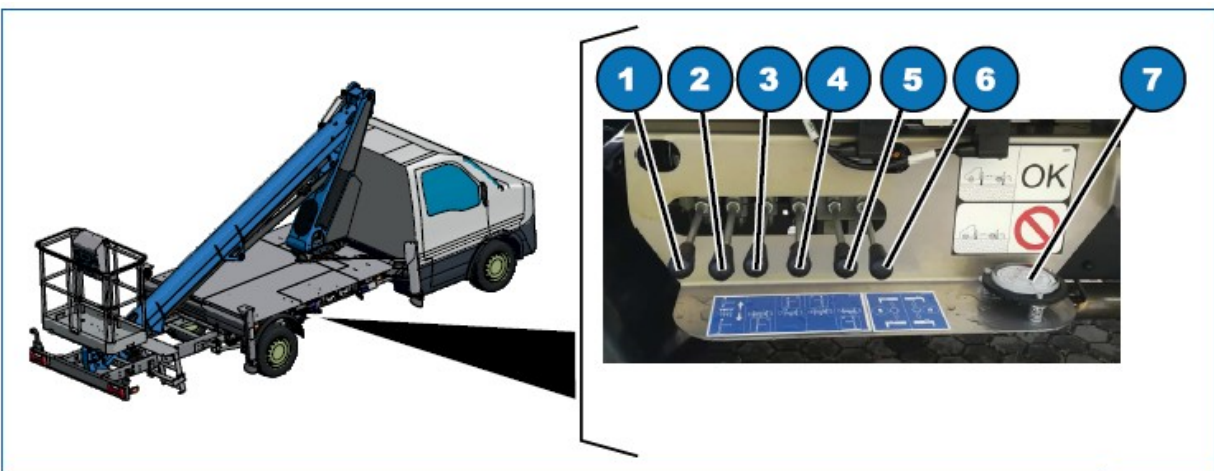

Fig. 6.9
- 1) retrageți stabilizatoarele complet mișcând manetele în sus (Fig. 6.9, 1, 2, 3 & 4);
- 2) retrageți consolele stabilizatoarelor din față mișcând manetele în sus (Fig. 6.9, 5 & 6);
Cu OIL WARNING activat, cu PTO activă și cu selectorul (Fig. 6.9, 14) la 0, uleiul circulă prin circuitul de îndreptare în plan și se încălzește.